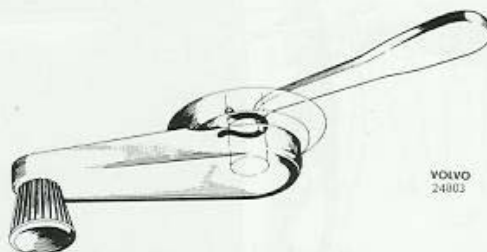

Bild 11. Demontering av hissvev, tid. utf.
1. Ta bort fönsterveven genom att dra ut hästsko-klämman med en krok enligt bild 11 (äldre vag-nar) som sticks in mellan dörrklädseln och bric-kan till fönsterveven. På nyare vagnar demon-teras fönsterveven genom att prydnadsbricken